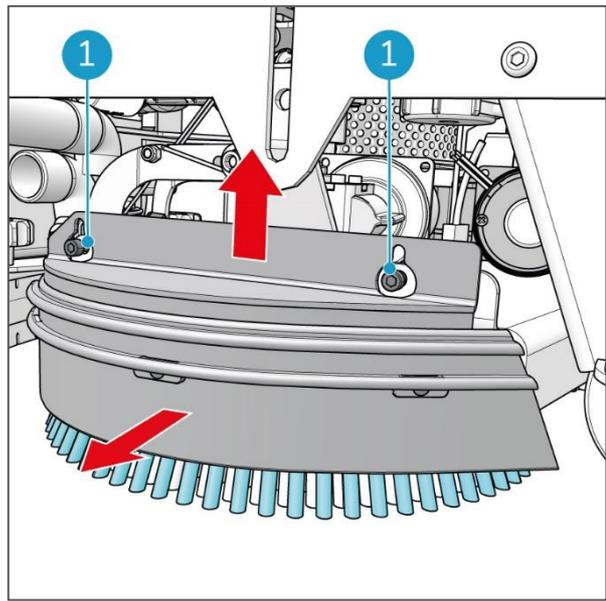
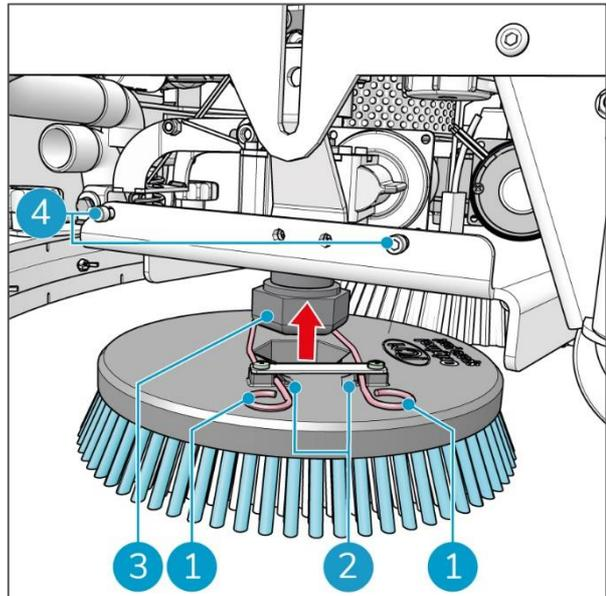

Figure 40
Figure 42
3. Dégagez-le de ses boulons de fixation (Figure 40, pos. 1) pour le retirer.
1. Assurez-vous que les ressorts (Figure 42, pos. 1) sont bloqués derrière les cames (Figure 42, pos. 2).
2. Poussez la brosse circulaire sur l'écrou hexagonal de l'arbre d'entraînement (Figure 42, pos. 3) et remuez-la jusqu'à ce que vous sentiez qu'elle est correctement placée.
3. Relâchez les ressorts pour verrouiller la pince sur l'écrou hexagonal (Figure 42, pos. 3).
4. Alignez les trous du capot de la brosse grise (Figure 40) sur les boulons de fixation (Figure 42, pos. 4).